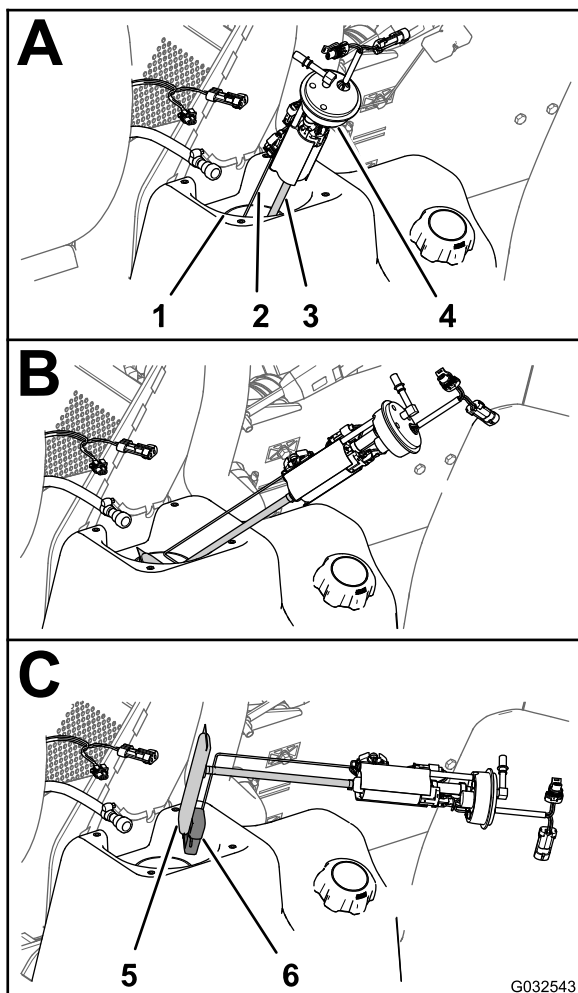
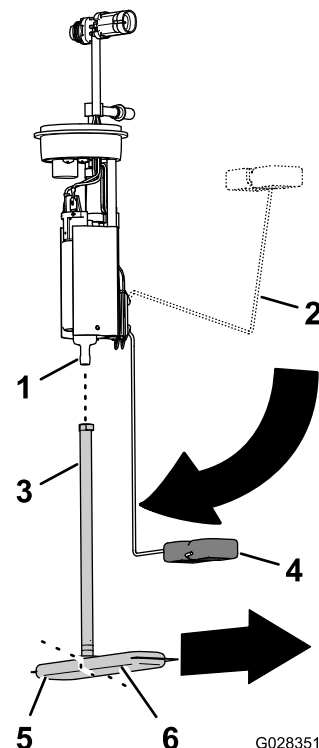

Figura 82
Figura 83
4. Ridicați cu atenție i rotii pompa de combustibil/unitatea de trimitere din gâtul rezervorului de combustibil (Figura 82).
1. Îndepărtați tubul de colectare al filtrului de combustibil de la fittingul pompei de combustibil (Figura 83).
2. Aliniați tubul de colectare al filtrului de combustibil nou cu fittingul pompei de combustibil (Figura 83).
3. Aliniați piciorul lung al filtrului de combustibil cu flotorul atunci când braul flotorului se află în poziia gol (Figura 83).
4. Introduceți fittingul pompei de combustibil în tubul colector până când fittingul este aezat complet (Figura 83).
1. Sprijinii braul flotorului i tubul colector împreună i glisai flotorul i filtrul de combustibil în orificiul din rezervorul de combustibil (Figura 82).
2. Aezai pompa de combustibil/unitatea de trimitere în orificiul din rezervor (Figura 82 i Figura 83).
3. Instalai garnitura i piulia peste pompa de combustibil/unitatea de trimitere i la nivelul gâtului rezervorului de combustibil i strângeți manual piulia (Figura 82).
4. Conectați cuplajul de la nivelul furtunului de combustibil la fittingul pompei de combustibil (Figura 82).
5. Conectați conectorul cu 2 mufe al fasciculului de cabluri al mainii la conectorul cu 2 pini al pompei de combustibil/unității de trimitere; Conectați conectorul cu 2 pini al fasciculului de cabluri al mainii la conectorul cu 2 mufe al pompei de combustibil/unității de trimitere (Figura 82).